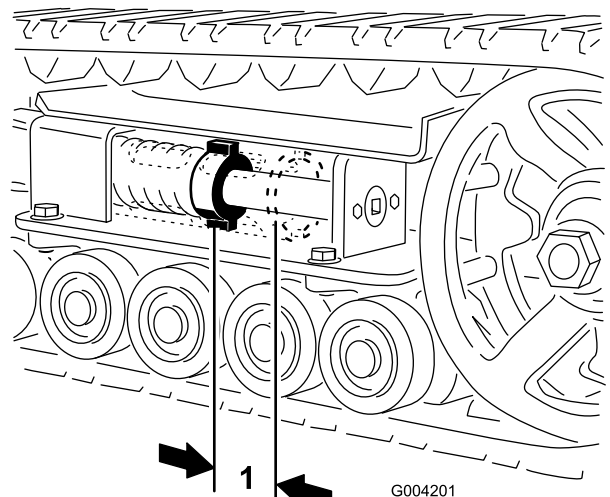
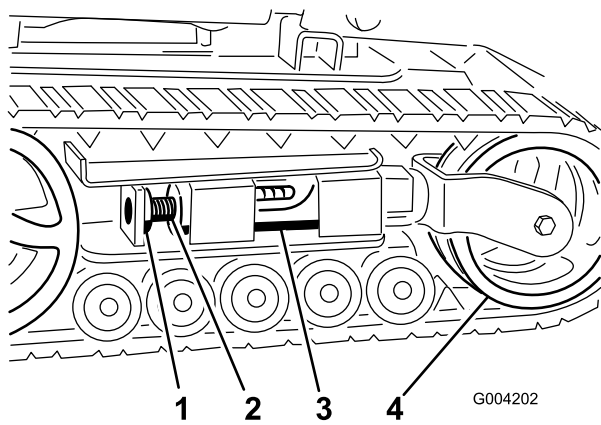
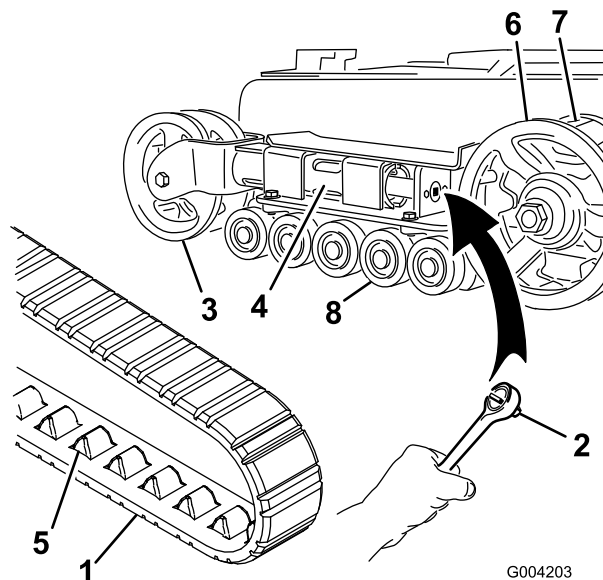
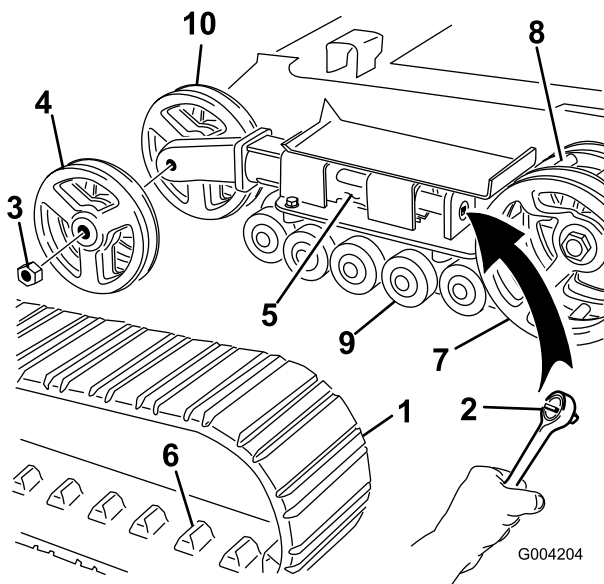

Рисунок 41
Рисунок 42
Рисунок 43
Рисунок 44
Между натяжной гайкой и задней стороной натяжной трубы должен быть зазор 2-3/4 дюйма (7 см) (Рисунок 41). Если это не так, отрегулируйте натяжение гусеницы, используя следующую методику:
3. Отвинтите зажимной болт и гайку (Рисунок 42).
- Используя сменную головку размером 1/2 дюйма (Рисунок 43), поворачивайте натяжной винт против часовой стрелки до тех пор, пока расстояние между натяжной гайкой и задней стороной натяжной трубы (Рисунок 41) не станет равным 2-3/4 дюйма (7 см).
- Совместите ближайшую выемку в натяжном винте с отверстием в зажимном болте и закрепите винт при помощи зажимного болта и гайки (Рисунок 42).
- Отвинтите зажимной болт и гайку (Рисунок 42).
- Используя сменную головку размером 1/2 дюйма, ослабьте натяжение привода, вращая натяжной винт по часовой стрелке (Рисунок 42 и Рисунок 43).
- Надавите на натяжной каток в направлении задней части тягового блока, чтобы придвинуть трубу вилки к каркасу (Рисунок 43). (Если она не касается каркаса, продолжайте вращать натяжной винт до тех пор, пока труба вилки не приблизится вплотную к каркасу.)
- Когда гусеница будет снята с натяжного катка, снимите ее с ведущего колеса и опорных катков (Рисунок 43).
- Прежде всего установите новую гусеницу на ведущее колесо. Звенья гусеницы должны находиться между зубьями колеса (Рисунок 43).
- Протолкните гусеницу под опорные катки и одновременно между ними (Рисунок 43).
- Вращайте натяжной винт против часовой стрелки до тех пор, пока расстояние между натяжной гайкой и задней стороной натяжной трубы (Рисунок 41) не станет равным 2-3/4 дюйма (7 см).
4. Используя сменную головку размером 1/2 дюйма, ослабьте натяжение привода, вращая натяжной винт по часовой стрелке (Рисунок 42 и Рисунок 44).
5. Надавите на натяжной каток в направлении задней части тягового блока, чтобы придвинуть трубу вилки к каркасу (Рисунок 44). (Если она не касается каркаса, продолжайте вращать натяжной винт до тех пор, пока труба вилки не приблизится вплотную к каркасу.)
6. Отвинтите гайку, которая крепит внешний натяжной каток, и снимите каток (Рисунок 44).
7. Снимите гусеницу (Рисунок 44).
8. Отвинтите гайку, которая крепит внутренний натяжной каток, и снимите каток (Рисунок 44).
12. Установите внутренний натяжной каток и закрепите его отвинченной ранее гайкой (Рисунок 44).
14. Установите новую гусеницу на ведущее колесо. Звенья гусеницы должны находиться между зубьями средней части колеса (Рисунок 44).
15. Установите внешний натяжной каток и закрепите его отвинченной ранее гайкой (Рисунок 44).
17. Вращайте натяжной винт против часовой стрелки до тех пор, пока расстояние между натяжной гайкой и задней стороной натяжной трубы (Рисунок 41) не станет равным 2-3/4 дюйма (7 см).